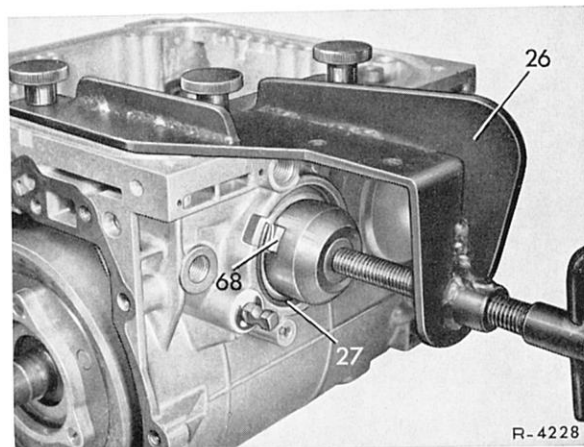

Bild 27-1/13
18 Montagevorrichtung entlasten und Bremsbandkolbendeckel (29) mit Bremsbandkolben B 1 (30) und Druckfeder (31) herausnehmen (Bild 27-1/14).